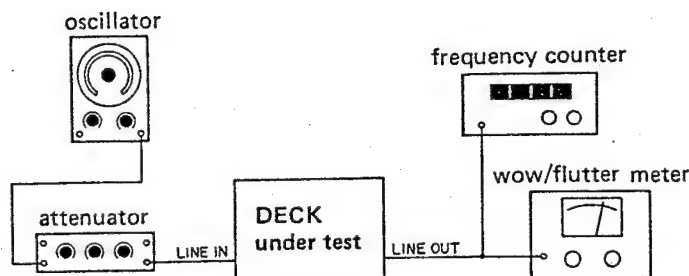

Fig. 5-7
1. Connect a frequency counter to either one of OUTPUT jacks. Fig. 5-7.
1. 周波数カウンタをOUTPUT ジャックに接続する (図5-7 参照)
1. Connect a wow and flutter meter to the deck as shown in Fig. 5-7.
1. 図5-7のようにワウ・フラッター・メータをデッキに接続する。